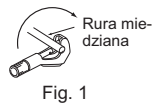

Fig. 1
- Wąż spustowy powinien być skierowany w dół, aby ułatwić odpływ. (Fig. 1)
- Ułożyć rury czynnika chłodniczego i wąż spustowy razem, po czym ciasno owinąć od końca taśmą filcową (4).
- Wyjąć korek spustowy w tylnej prawej części jednostki wewnętrznej. (Fig. 1)
- Odpowiednio przyciąć rurę miedzianą obcinakiem do rur. (Fig. 1, 2)